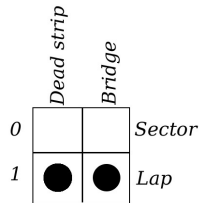

Figura 13: combinación no permitida
La figura 13 muestra la última combinación posible de los *switch* para impostar los sensores. En particular, el significado del ajuste mostrado en la figura, indicaría a la *Track Interface* de considerar ambos, el puente DS y el corte de pista como sensores de final de vuelta, pero ésto no es posible. Ésta combinación incorrecta es indicada por la *Track Interface* haciendo parpadear los led (3) y (4) hasta que el usuario no cambia el ajuste. Además, durante ésta situación, la *Track Interface* no realiza ninguna función.